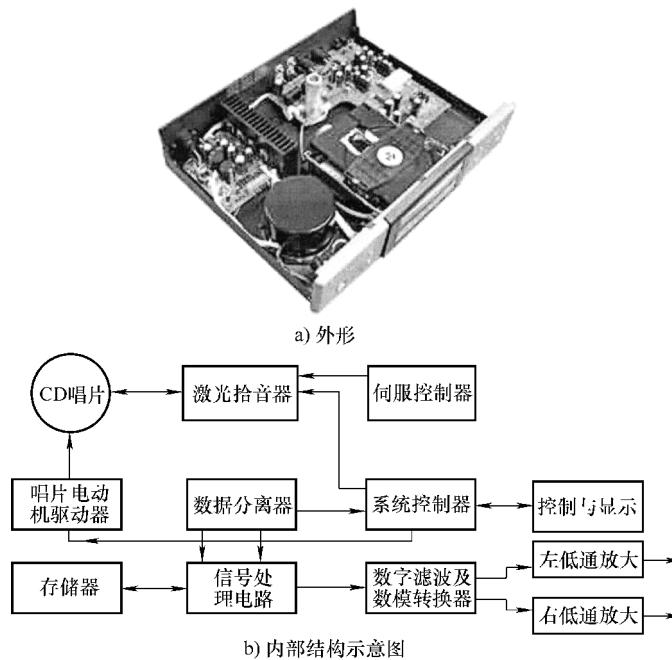

图 10-32 CD 唱机结构
1) 基本结构。如图10-32所示，CD唱机(激光唱机)由光学系统、机械系统和电信号处理系统三大部分组成。光学系统用来拾取CD唱片上的各种信号，机械系统用来完成CD唱片的运转及激光拾音器的循迹运动，电信号处理系统用来处理各种电信号。